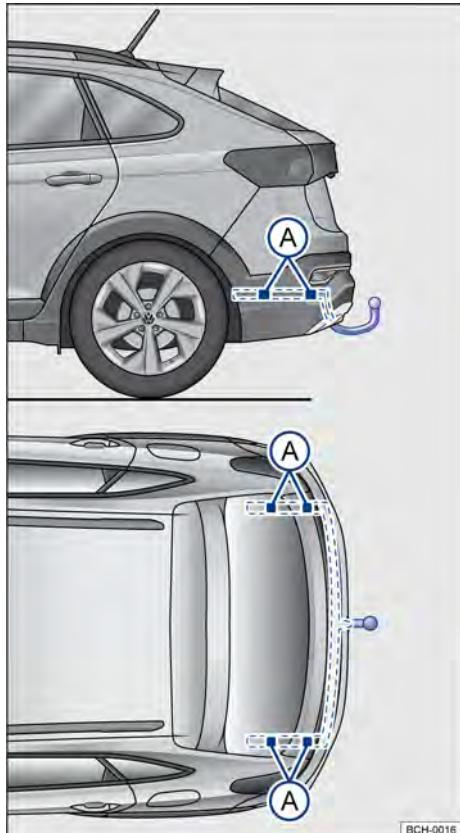

Fig. 157 Pontos de fixação para instalar um dispositivo de reboque posteriormente.
A figura → Fig. 157 ilustra, como exemplo, o ponto de fixação para instalar um dispositivo de reboque do modelo Nivus.
A montagem posterior de um dispositivo de reboque deverá ser efetuada de acordo com as instruções do respectivo fabricante do engate, sempre respeitando os pontos de fixação indicados na → Fig. 157 (A).